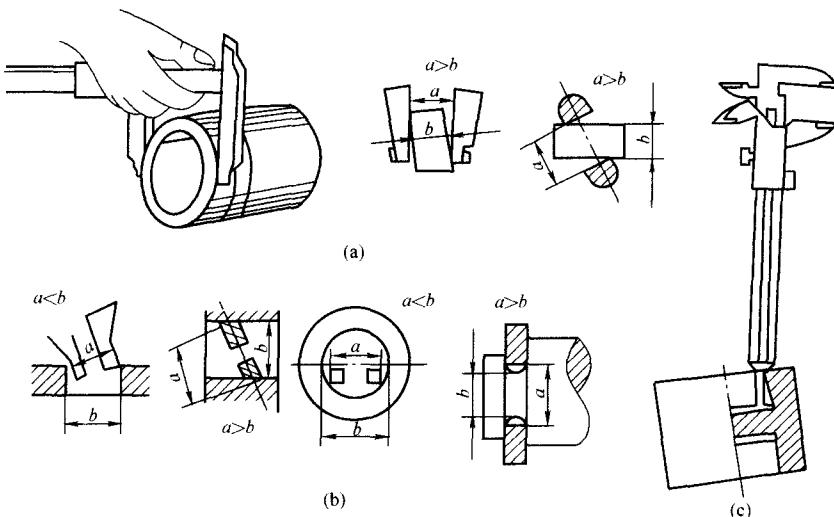

图 1-9 游标卡尺易出现的错误使用方法
(1) 游标卡尺的用途很广，只有正确使用，才能保证测量精度。测量前应将被测工件表面擦净；检查游标卡尺尺身和游标上的零线是否对齐，应先标定后再使用。
(2) 游标卡尺不能测量旋转中的工件，易出现的几种错误使用方法如图 1-9 所示。